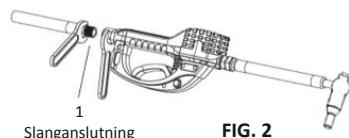

FIG. 2
2. Applicera gängtätningsmedel på slangen slutslutningens hangängor. Gänga slangen i svängtappen (1) och dra åt den ordentligt (FIG. 2). Se till att du låter tätningsmedlet härra enligt tillverkarens rekommendationer innan du släpper in vätska i systemet.